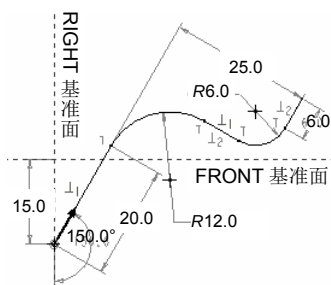

图 5.25.2 扫描轨迹（草绘环境）
(1) 单击 **模型** 功能选项卡 **基准** 区域中的“草绘”按钮 .
(2) 选取 TOP 基准平面作为草绘面, 选取 RIGHT 基准平面作为参考面, 方向向右, 单击 **草绘** 按钮, 系统进入草绘环境。
(3) 定义扫描轨迹的参考: 接受系统给出的默认参考 FRONT 和 RIGHT。
(4) 绘制并标注扫描轨迹, 如图 5.25.2 所示。
- 相对于扫描截面的大小, 扫描轨迹中的弧或样条半径不能太小, 否则扫描特征在经过该弧时会由于自身相交而出现特征生成失败。例如, 图 5.25.2 中的圆角半径 R12 和 R6, 相对于后面将要创建的扫描截面不能太小。
(1) 查找轨迹方面的原因：检查是不是图 5.25.2 中的尺寸 $R6$ 太小，将它改成 $R9$ 试试看。操作步骤如下：
① 在模型树中右击  **草绘 1**，在弹出的快捷菜单中选择 **编辑定义** 命令，系统进入草绘环境。
② 在草绘环境中，将图 5.25.2 中的圆角半径尺寸 $R6$ 改成 $R9$ ，然后单击“确定”按钮 .
③ 系统仍然出现错误信息，说明不是轨迹中的圆角半径太小的原因。
(2) 查找特征截面方面的原因：检查是不是截面距轨迹起点太远，或截面尺寸太大（相对于轨迹尺寸）。操作步骤如下：
① 在模型树中右击出错的特征  **扫描 1**，在弹出的快捷菜单中选择 **编辑定义** 命令，系统返回“扫描”操控板。在操控板中单击  按钮，系统进入草绘环境。